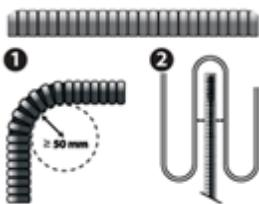

Рис. 5. Монтаж гофротрубки для датчика.
**Примечание:** Назначение трубы (гофротрубки) – обеспечить, при необходимости, быструю замену неисправного датчика на новый. Следует избегать лишних поворотов трубы. В любом случае, радиусы поворота трубы не должны быть меньше 50 мм, см. Рис. 5.